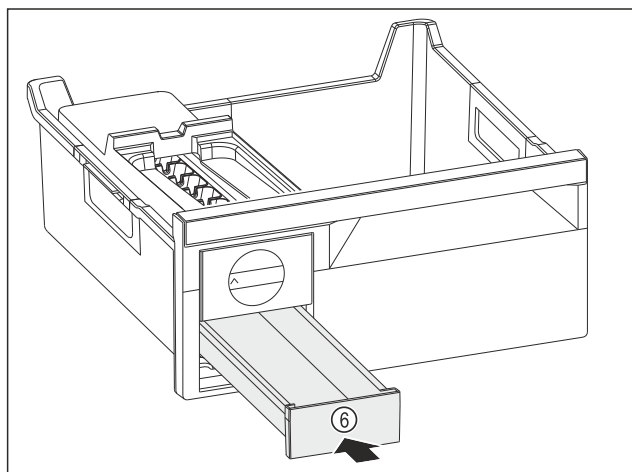

Fig. 202
- Insérer le compartiment à glaçons Fig. 202 (6).